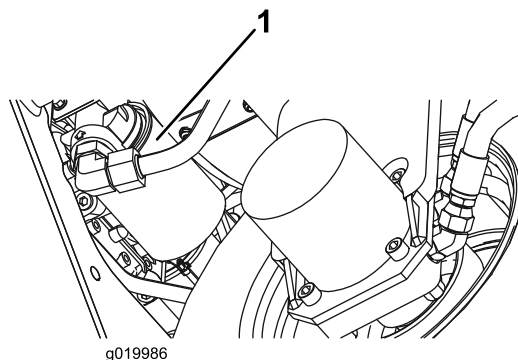

Figure 62
2. Nettoyez la zone autour de la surface de montage du filtre. Placez un bac de vidange sous le filtre (Figure 62) et enlevez le filtre.